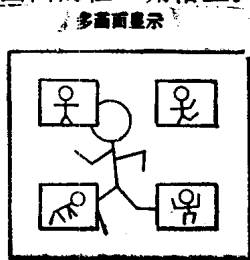

图5 多画面显示
(1) 多画面(4个画面)显示:所有辅助画面可以都是静止画面,也可以有3个静止画面及一个活动画面,但是,主画面总是活动的,见图5。